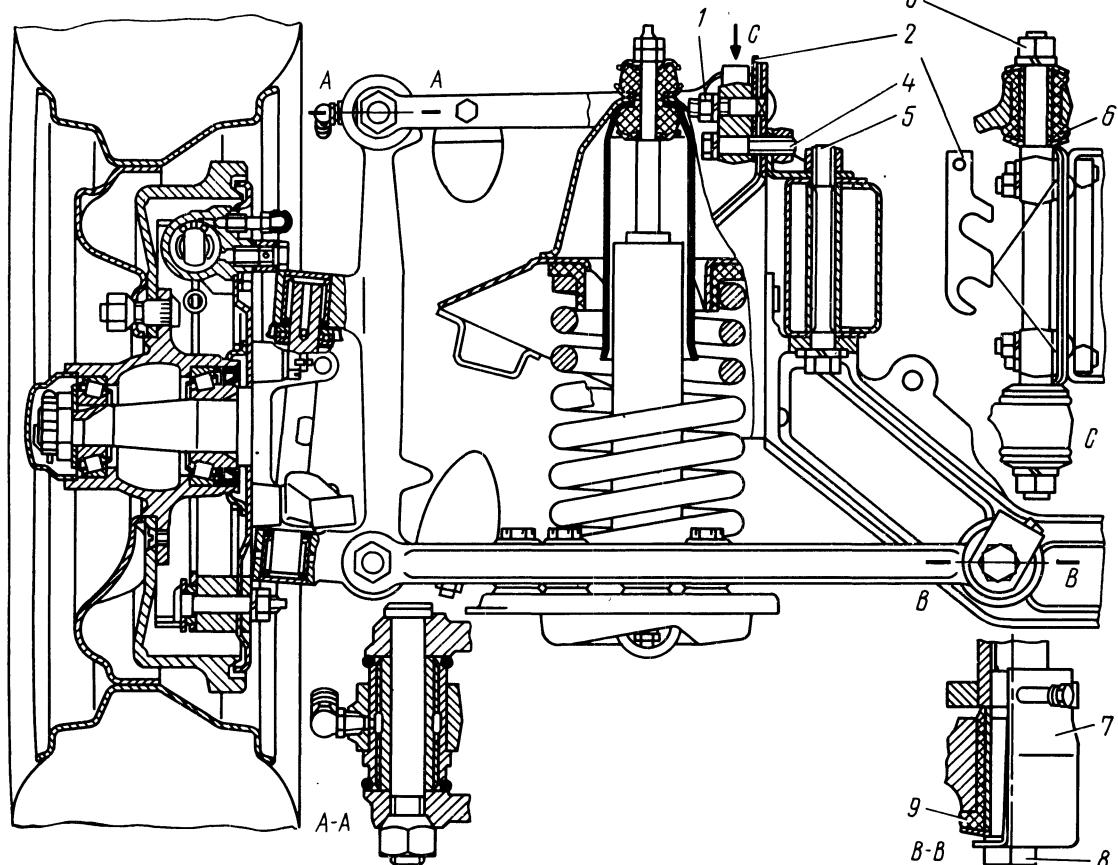

Рис. 135. Передняя подвеска:
Передняя подвеска автомобиля (рис. 135) — независимая, шкворневая, пружинная, рычажная (с поперечным расположением рычагов), с двумя телескопическими амортизаторами двухстороннего действия; смонтирована на съемной поперечине. Устройство и представляет собой самостоятельный узел.
Регулировка развала и продольного наклона шкворней осуществляется изменением количества регулировочных прокладок 2 (см. рис. 135).
числа прокладок 2 (см. рис. 135) спереди и сзади за одинаковую величину развал увеличивается (или становится положительным) и, наоборот, при удалении одинакового количества прокладок развал уменьшается (или становится отрицательным). Добавление по одной прокладке (толщиной 1 мм) увеличивает развал на  $0^{\circ}10' - 0^{\circ}15'$
— проверить резьбовые крепления верхних и нижних рычагов передней подвески. Пальцы 8 (см. рис. 135) оси нижних рычагов после снятия стопорных пластин 7 должны быть затянуты моментом  $18 - 20$  даН·м ( $18 - 20$  кгс·м), гайки 3 оси верхних рычагов — моментом  $7 - 9$  даН·м ( $7 - 9$  кгс·м);
4. Ослабить гайки 1 и болты 4 (см. рис. 135) крепления оси верхних рычагов для освобождения регулировочных прокладок 2.